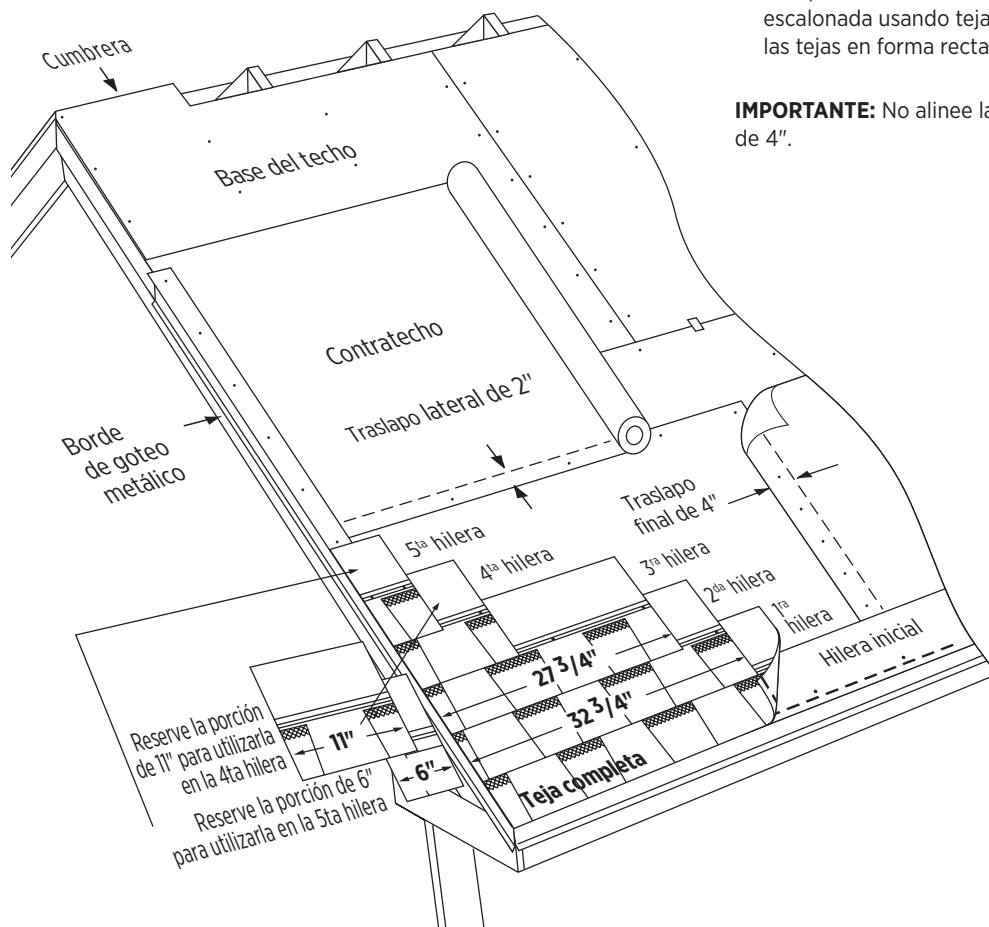

Figura 11-7: Colocación de las primeras 5 hileras de Landmark
**PRIMERA HILERA:** Aplique una teja completa en la esquina inferior izquierda del techo. Haga que el borde inferior y el borde izquierdo queden al ras de los bordes de la hilera inicial (Figura 11-7).